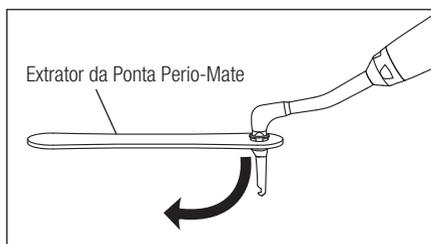

Fig. 7
5) Depois do tratamento, retire a ponta de plástico da peça de mão Perio-Mate com o extrator respectivo e elimine-a. (Fig. 7)